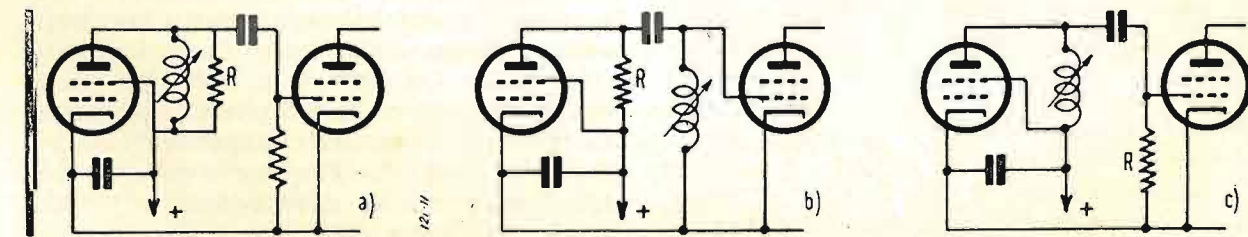

Fig. 2. - Circuiti equivalenti di smorzamento con resistenza.
1) Smorzando notevolmente i circuiti oscillanti, mettendo in parallelo ad essi resistenze di valore piuttosto basso (da 3 fino a 15 kohm il cui valore dipende dalla frequenza, dall'impedenza di ingresso e di uscita ad essa frequenza legate, dal guadagno che si intende avere, dallo stadio, in compromesso con la larghezza di sintonia ecc. (vedi fig. 2). Di questi circuiti quello fig. 2b) pur essendo usato ancora in molti ricevitori è il meno consigliato a causa del fruscio termoelettronico che si manifesta nella resistenza R a causa della corrente della valvola in essa circolante.